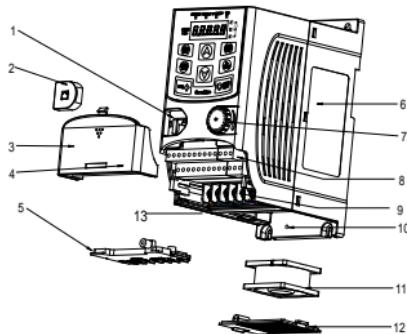

图 2.3 三相 380V 2.2kW (含) 以下产品结构示意图
**注意：**图 2.3 中 4、10 处的安装螺钉随包装提供，具体安装按照客户需求所定。